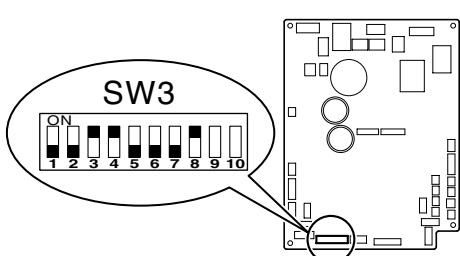

Fig. 6-2
6.2. Configuration de l'appareil interieur encastré (à réaliser) (Fig. 6-2)